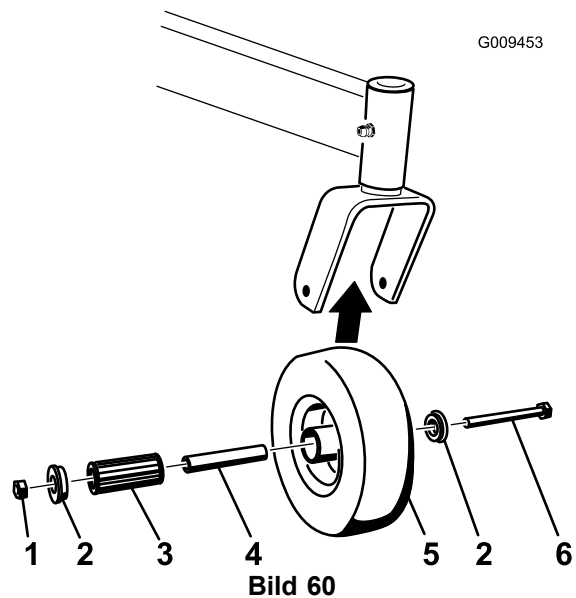

Bild 60
1. Entfernen Sie die Sicherungsmutter und die Radschraube, mit denen das Laufrad an der Laufradgabel befestigt ist (Bild 60).
2. Entfernen Sie eine Büchse und ziehen Sie dann die Steckbüchse sowie das Rollenlager aus der Radnabe heraus (Bild 60).
3. Entfernen Sie die andere Büchse aus der Radnabe und entfernen Sie Fett- und Schmutzrückstände von der Nabe (Bild 60).
- Hinweis:** Tauschen Sie abgenutzte und beschädigte Teile aus (Bild 60).
5. Stecken Sie eine Büchse in die Radnabe (Bild 60).
6. Fetten Sie das Rollenlager und die Vierkantbüchse ein und schieben beide in die Radnabe (Bild 60).
7. Stecken Sie die zweite Büchse in die Radnabe (Bild 60).
8. Bringen Sie das Laufrad in der Laufradgabel an und befestigen Sie es mit der Radschraube und Sicherungsmutter (Bild 60).
9. Ziehen Sie die Sicherungsmutter so weit fest, dass die Vierkantbüchse auf die Innenseite der Laufradgabeln trifft (Bild 60).